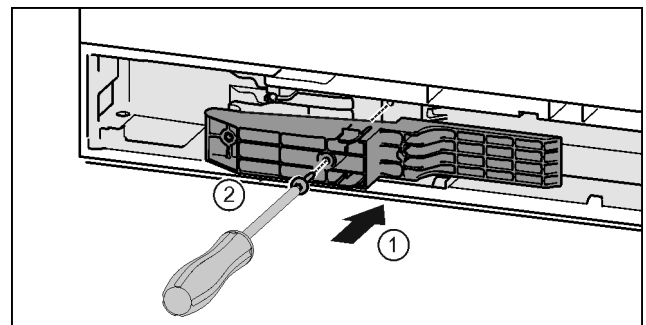

Fig. 43 *
- ▶ Inserte la pieza adaptadora por el lado del tirador en la escotadura. Fig. 43 (1)*
- ▶ Atornille los tornillos con el destornillador T15. Fig. 43 (2)*